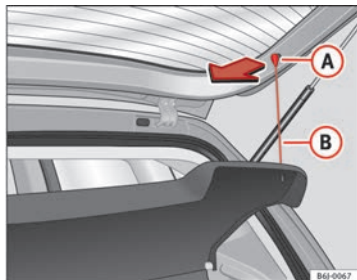

Abb. 89 Hutablage
- Hängen Sie die Streben ⇒ Abb. 89 B aus den Aufnahmen A aus.